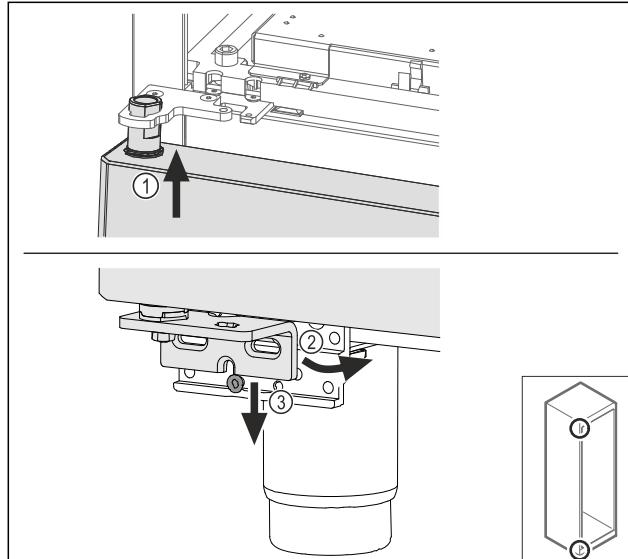

Fig. 68
- Așezați pe traseu ușa ușor basculată sus Fig. 68 (1), aliniați dreaptă ușa Fig. 68 (2) și așezați jos pe șurubul suportului de lagăr Fig. 68 (3).